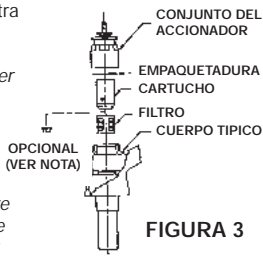

FIGURA 3
5. Inserte el filtro dentro del cuerpo y asegúrese de que el filtro esté completamente abajo y en su sitio contra el asiento del cuerpo. Seguidamente inserte el cartucho dentro del cuerpo. Asegúrese de que el cartucho también esté completamente abajo y en su sitio contra el asiento del cuerpo (Figura 3).
6. Coloque la empaquetadura sellante de tapa blanca dentro del conjunto del accionador y atornille el conjunto del accionador en el cuerpo. Apriete el conjunto del accionador en el cuerpo a aproximadamente 20 pies/libra (2.7 kilográmetros). (Apriete a mano y déle al conjunto del accionador de media vuelta a una vuelta completa con una llave.) (Figura 3)
**AJUSTE DE LA TEMPORIZACION:** El tiempo del ciclo viene preajustado de la fábrica. Estas instrucciones tienen la finalidad de que el usuario ajuste el grifo de tal manera que éste suministre un caudal de agua que cumpla con las disposiciones reglamentarias de la Ley de ciudadanos incapacitados (American Disability Act, ADA) que exigen un tiempo de servicio (10) para el flujo de agua. Para cumplir con los requisitos de la ADA, siga estos procedimientos: